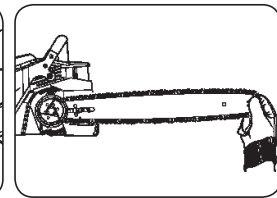

Abb. 3H
8. Die Kette wird gespannt sein, deshalb soll die Kupplung mit der Hand so gedreht werden, dass die Kette mit dem Kettenzahnrad anliegt (Abb. 3H).